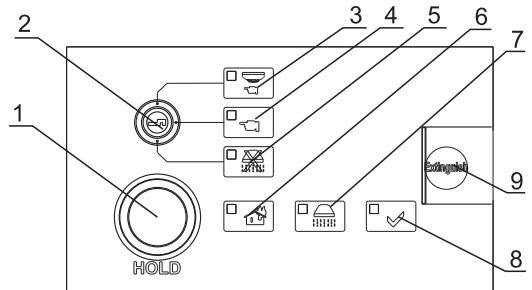

Fig.4
- Indicator "Power supply" - Module is power supplied (pos.8, fig.4)
- Common Indicator "Fire Condition 2nd Stage" – continuous red light (pos.6, fig.4)
- Indicator "Manual Mode" – continuous yellow light (pos.4, fig.4)
- Indicator "Manual-Auto Mode" – continuous yellow light (pos.3, fig.4)
- Indicator "Disable Extinguishing" – continuous yellow light (pos.5, fig.4)
- Indicator "Low Pressure" – fault condition Low pressure into the Extinguishing installation - continuous yellow light (pos.7, fig.4)
- Manua/Auto – Завърта се секретния ключ в позиция „Ръчно-автоматичен режим”. Светва индикатора (pos.3, fig.4);
- Manual Mode - Завърта се секретния ключ в позиция „Ръчен режим”. Светва индикатора (pos.4, fig.4).
- Disable Extinguishing - Завърта се секретния ключ в позиция „Забрана гасене”. Светва индикатора (pos.5, fig.4);
- Hold Extinguishing – press button "HOLD". The evacuation time is extended (pos.1, fig.4);
- press the button to activate the extinguishing (pos.9, fig.4).